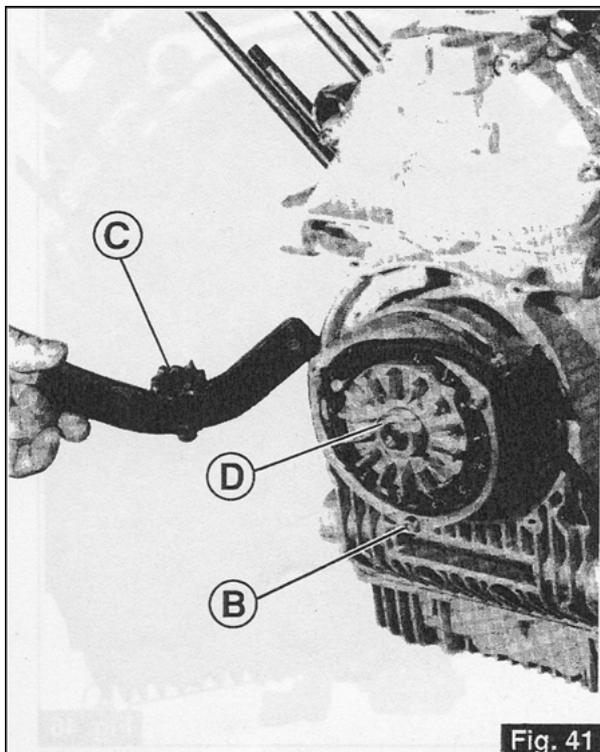

Fig. 41
- Dévissez les 3 vis «B» de fixation du stator et enlevez celui-ci. Appliquez l'outil spécial de blocage «C» (code 12 91 18 01) au volant moteur et dévissez l'écrou central «D» de fixation du rotor (Fig. 41).